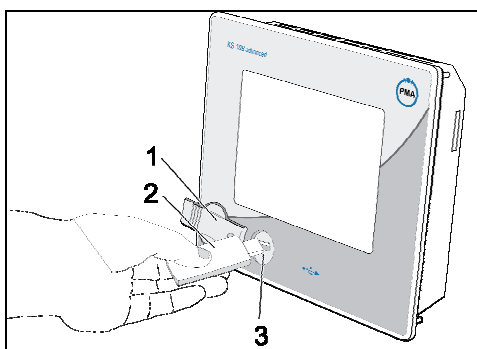

Abb. 48: USB-Stick verwenden
- USB-Stick einstecken:** Heben Sie die Abdeckung des USB-Anschlusses (Abb. 48/1) auf der Frontseite des Gerätes vorsichtig an und drehen ihn zur Seite. Stecken Sie nun den USB-Stick (Abb. 48/2) auf den Anschluss (Abb. 48/3).